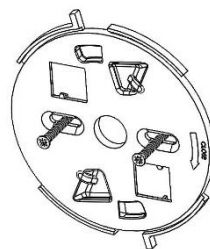

Figura 7
3. Usare la staffa come dritta e segnare i punti di fissaggio, fissare la staffa sulla superficie di installazione (vedi Figura 7).